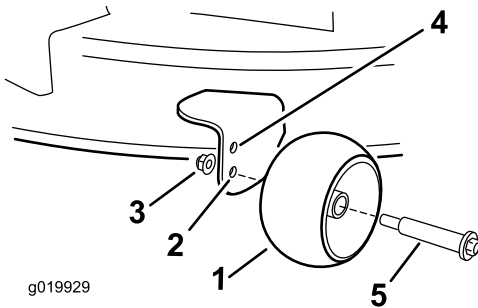

Figura 20
- Taladro superior—utilice esta posición cuando la carcasa de corte está en la posición de altura de corte de 63 mm o menos (Figura 20).
- Taladro inferior—utilice esta posición cuando la carcasa de corte está en la posición de altura de corte de 76 mm o más (Figura 20).